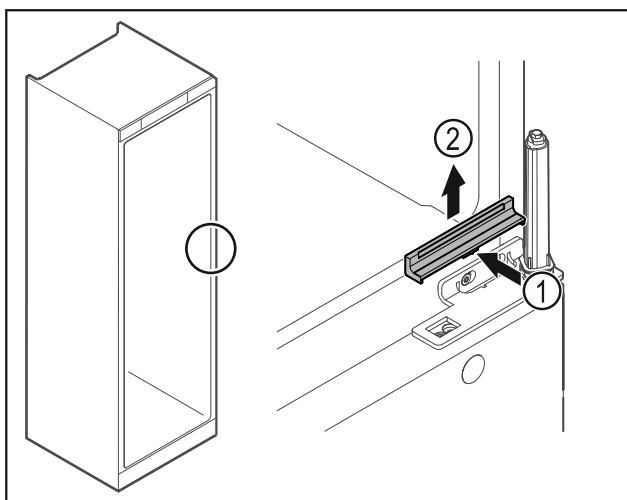

Fig. 31
- ▶ Kryt Fig. 31 (1) uprostřed mírně stiskněte a vyjměte směrem nahoru Fig. 31 (2).